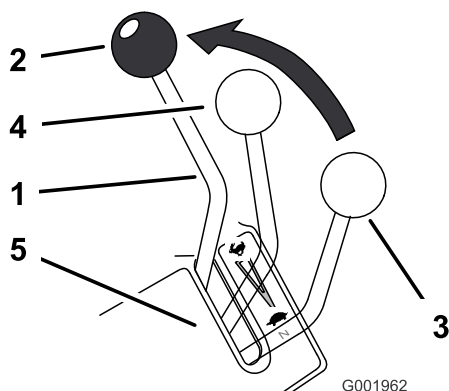

Figure 43
3. Déplacez le levier de changement de vitesse (situé sur la console) à la position avant maximale (Figure 43).
2. Placez le levier de changement de vitesse à la position de point mort (Figure 43).